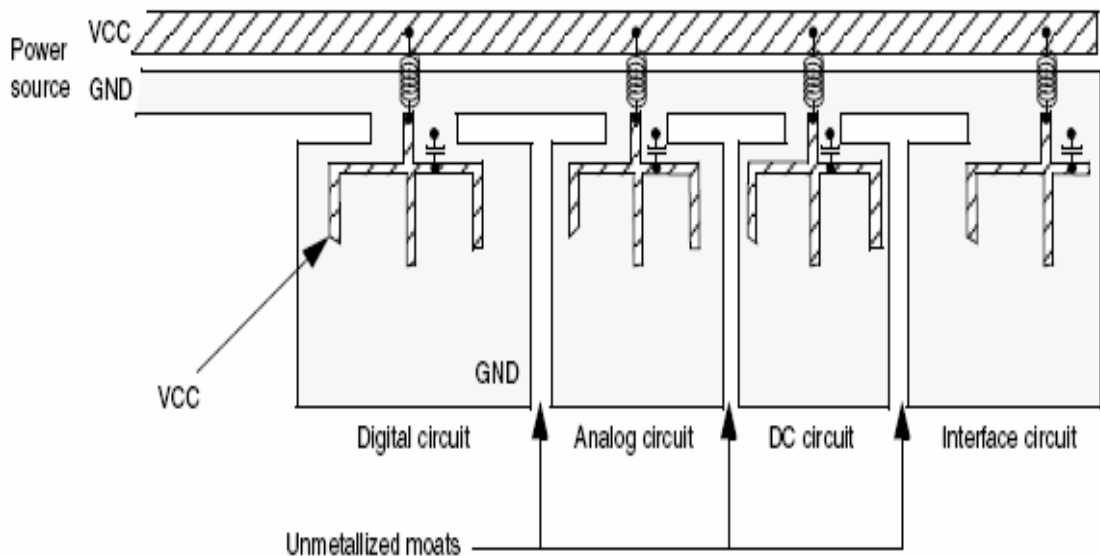

图 19：分割功能模块
(2) 分割：分割是使用物理分割技术来减小不同类型电路之间的耦合，特别是电源走线和地线之间的耦合。图 19 演示了一个分割 4 种不同电路的例子。在地线面，非金属的沟道隔离了 4 个地线面。电感和电容为各个部分的板子提供了滤波的作用，同时减少了不同电路的电源走线之间的耦合。高速数字电路布置在靠近电源入口的地方，是因为它们对电源有很高的瞬态要求。接口电路可能需要 ESD 防护和瞬变抑制电路或电路。对于电感和电容来讲，最好使用不同的电感电容值来代替仅使用一个大电感和大电容，因为这样对于不同的电路可以提供不同的滤波特性。